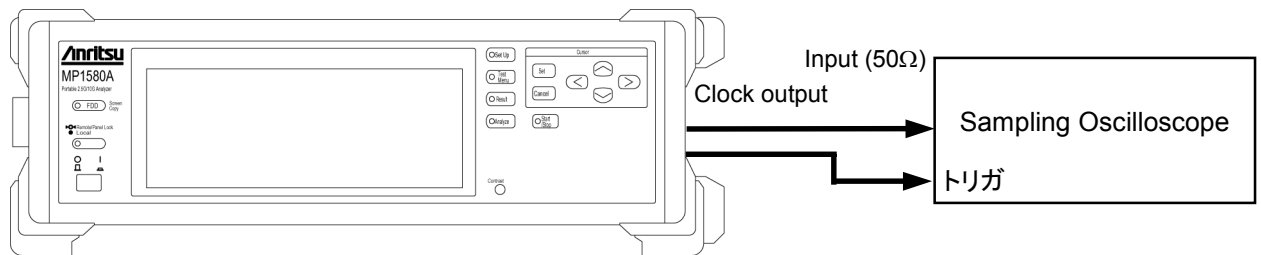

図 9.1 クロック出力性能試験
- (1) 本器の電源スイッチを、OFF にします。
- (2) 2.5G/10G ジッタユニットを装着します。
- (3) 図 9.1 のようにクロック出力と Ref. Clock output をサンプリングオシロに接続します。
- (4) 接続後、本器の電源スイッチを ON にします。